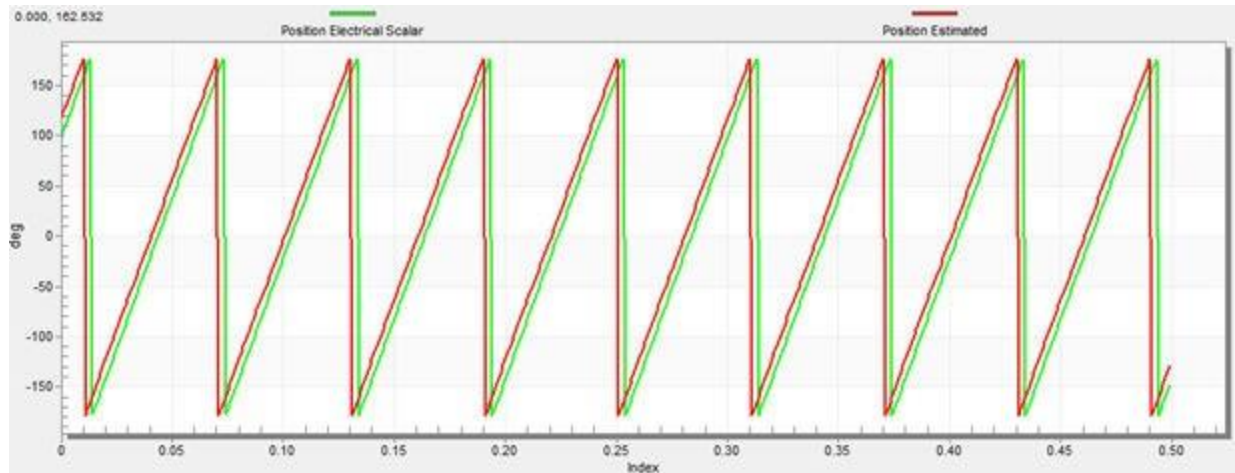

图17. 生成和估计的位置
- 选择“位置” recorder以检查观察员功能。“Position Electrical Scalar”和“Position Estimated”之间的差异应最小（见图17），以使反电动势位置和速度观测器正常工作。位置差异取决于电机负载。负载越高，由于负载角度，位置之间的差异越大。